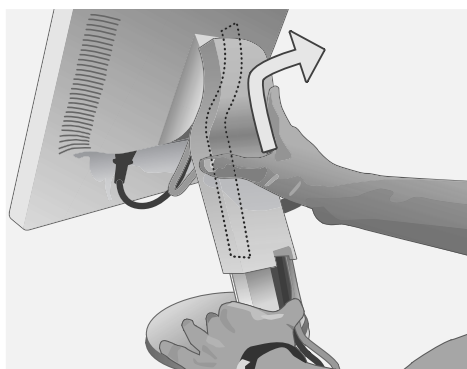

Figura S.1
1. Appoggiare le mani su entrambi i lati del monitor e sollevarlo fino alla posizione più alta. Rimuovere la copertura cavi (**figura S.1**).